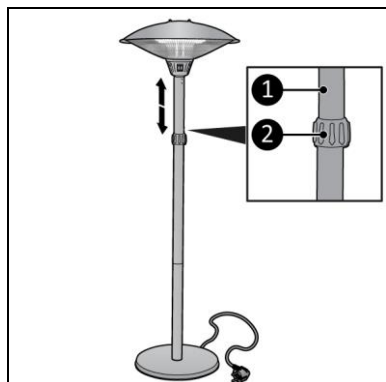

Figure 9
Tenez compte de la distance minimale lors du réglage de la hauteur (figure 9).
2. Desserrez l'anneau de réglage (figure 9, pos. 2) et glissez le tube réglable (figure 9, pos. 1) à la hauteur souhaitée.